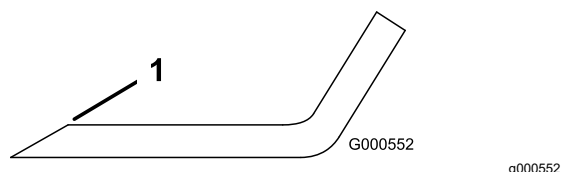

Figura 66
1. Utilice una lima para afilar el filo de corte en ambos extremos de la cuchilla (Figura 66).
Nota: Si la cuchilla no está equilibrada, rebaje algo del metal en la parte de la vela solamente con una lima (Figura 66).